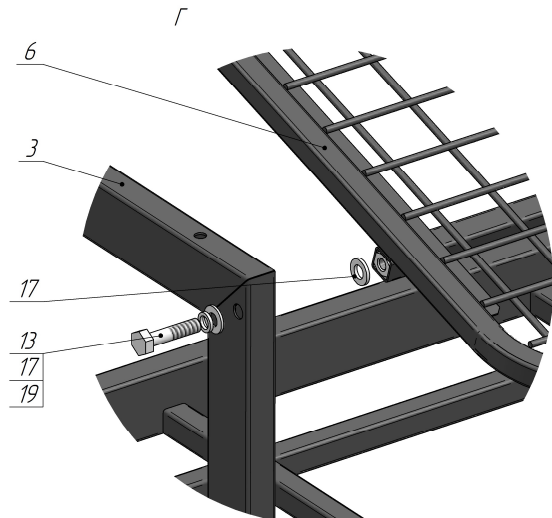

Рис. 6 – Установка столешницы.
- 7.6 Установить столешницу поз. 6 между боковинами поз. 3 (см. рис. 6) с помощью крепежа поз. 13, 17, 19, расположив между боковиной и столешницей шайбу поз. 17 (1 или 2 шт.).